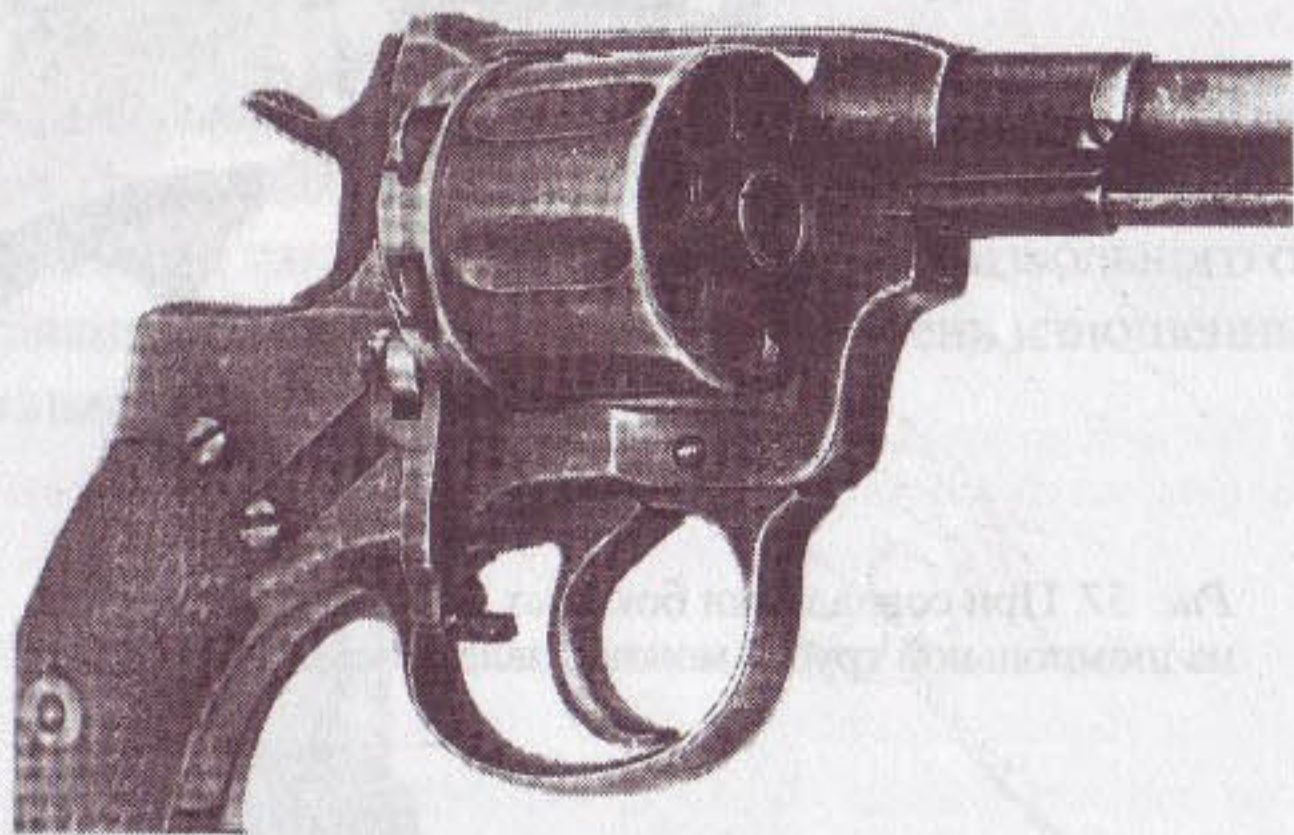

Рис. 59. Извлечение барабана
- ♦ вынуть барабан, для чего откинуть дверцу барабана вниз и вынуть барабан в правую сторону (рис. 59, 60). Внутренний канал барабана имеет продольный паз. На подвижной трубке барабана есть соответствующая метка. Это сделано для облегчения разборки;